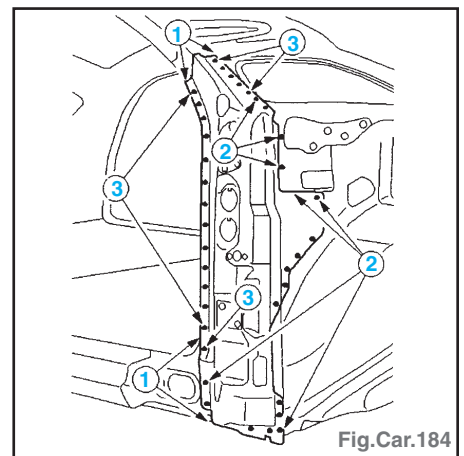

Fig.Car.184
- Souder en cordon continu sous gaz protecteur (1), par bouchonnage (2) et par points (3) (Fig.Car.184).